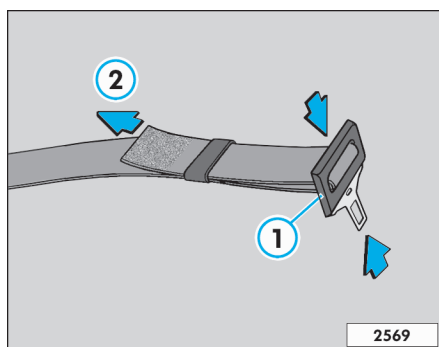

Fig. 12 Hebilla y lengüeta del cinturón de seguridad
- Presione la lengüeta conforme lo ilustrado ⇒ fig. 12 ① -flechas- y alargue totalmente el cinturón.
- Apriete la lengüeta contra la hebilla y tire el extremo ⇒ fig. 12 ② hasta alcanzar un juego máximo de 3 dedos (5 cm) en la región subabdominal.